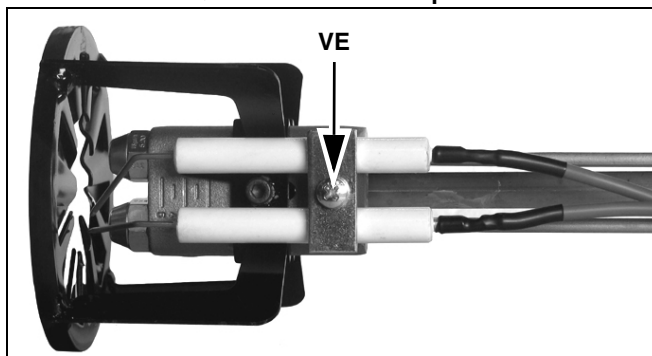
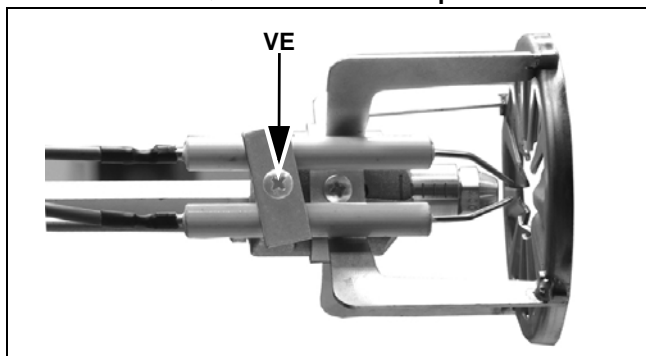

Fig. 50
Fig. 51
- Destornillar el tornillo VE y desmontar los electrodos del soporte (Fig. 50 - Fig. 51).